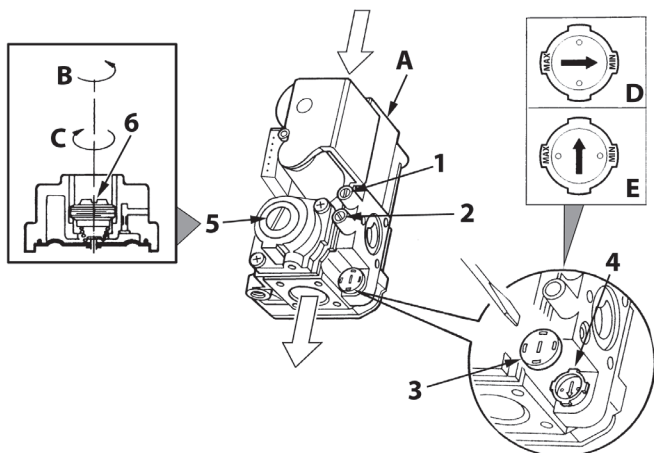

fig. 18 - Réglage de la pression
Sur les chaudières PEGASUS D 45 K 130, la puissance thermique du foyer - et par conséquent, la puissance thermique fournie à l'eau de chauffage - peut être réglée en agissant simplement sur le réglage du brûleur principal par le biais de la vanne à gaz (voir fig. 18). Les diagrammes du paragraphe cap. 5.2 illustrent la variation de la puissance thermique fournie à l'eau en fonction de la pression de fonctionnement du brûleur. Le fait de pouvoir adapter la puissance de la chaudière aux exigences spécifiques de chauffage permet principalement de réduire les dispersions et donc d'économiser du combustible. De plus, grâce à la variation de la puissance, réglementée également par la loi, les chaudières maintiennent inaltérées les valeurs de rendement et les caractéristiques de combustion.
- À l'aide d'un petit tournevis, ôter le capuchon de protection 5 de l'opérateur secondaire de la vanne à gaz de fig. 18.
- Relier un manomètre à la prise de pression 2 (fig. 18) montée en aval de la vanne à gaz ; tourner le bouton du thermostat de la chaudière sur la position maximum.
- Régler la pression à l'aide de la vis 6 (fig. 18) sur la valeur désirée, conformément aux diagrammes du paragraphe cap. 5.2.
- Ôter le petit capuchon de protection 3 de la vanne à gaz (fig. 18). À l'aide d'un petit tournevis, régler le "STEP" d'allumage pour le gaz souhaité (G20-G25 position D fig. 18, ou G30-G31 position E fig. 18) ; remettre ensuite le capuchon.
- Purger l'air présent dans les tuyauteries du gaz à l'aide de la prise de pression 1 de la vanne à gaz (fig. 18).